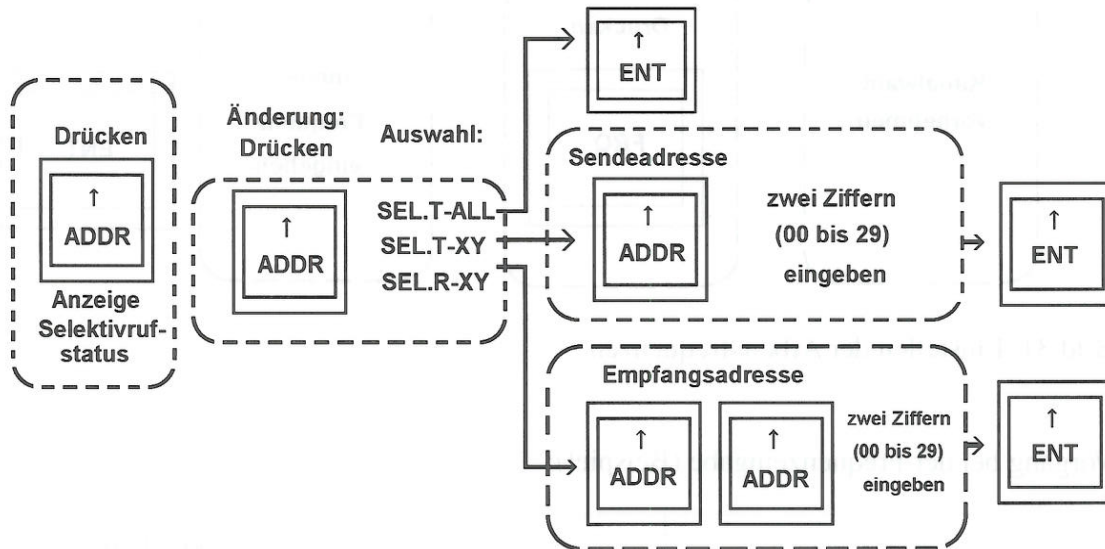

Bild 32
1) Das eigene Rufzeichen (Empfangsadresse) wie folgt eingeben (Bild 32):
2) Ein Rufzeichen für Spruch mit Einzeladresse (Sendeadresse) wie folgt eingeben (Bild 32):
3) Das Rufzeichen für Spruch mit Listenadresse (Sendeadresse) wie folgt eingeben (Bild 32):
4) Das Rufzeichen für alle Funkkreisteilnehmer (Sammelruf) wie folgt eingeben (Bild 32):